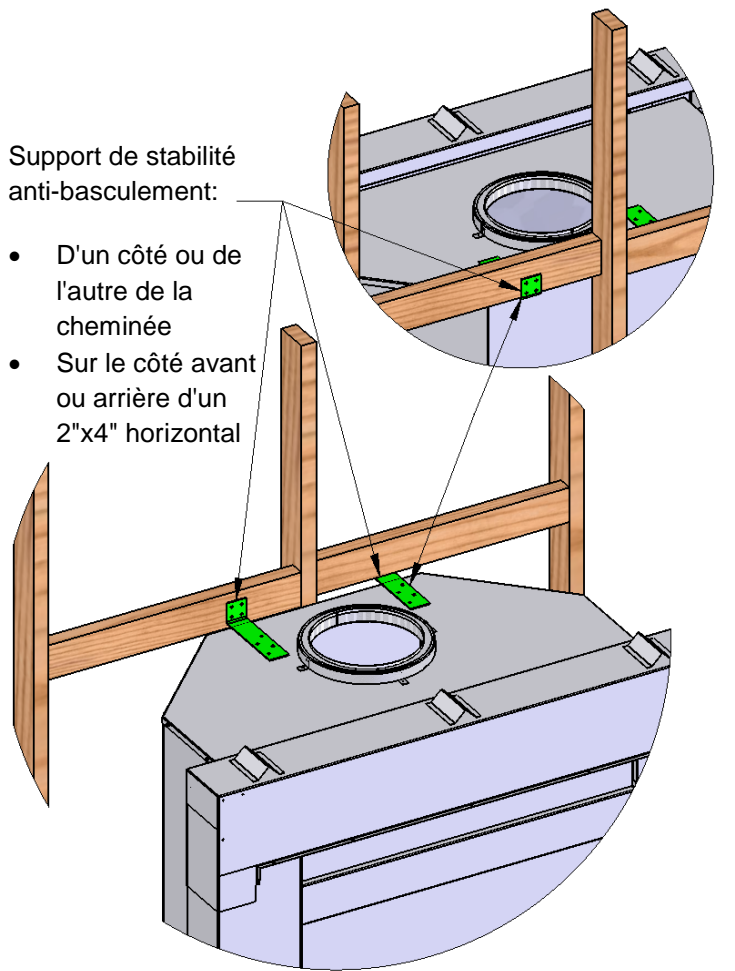

Figure 6 Installation du support de stabilité antibasculé
Installez aussi le support de stabilité antibasculé (K). Il doit être solidement vissé au mur arrière et au-dessus du foyer. Le support de stabilité antibasculé peut être installé de deux façons, selon votre installation. Consultez la Figure 6 pour des exemples d'installation du support de stabilité antibasculé. Utilisez les quatre grosses vis autotaraudeuses fournies (L) pour fixer le support de stabilité antibasculé au-dessus du caisson du foyer.